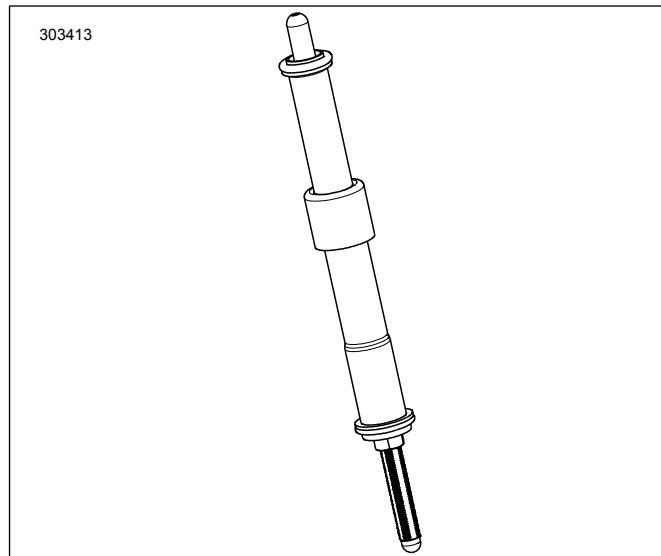

Figure 2. Nakakabit ang Pushrod sa Takip ng Pushrod
7. Figure 2 Ikabit ang mga intake pushrod sa mga takip ng pushrod. Palitan ang mga O-ring, ibaba ang takip ng pushrod at keeper ng takip ng spring gamit ang mga bagong piyansang kasama sa kit. Tiyaking nakababa ang adjuster end ng pushrod.